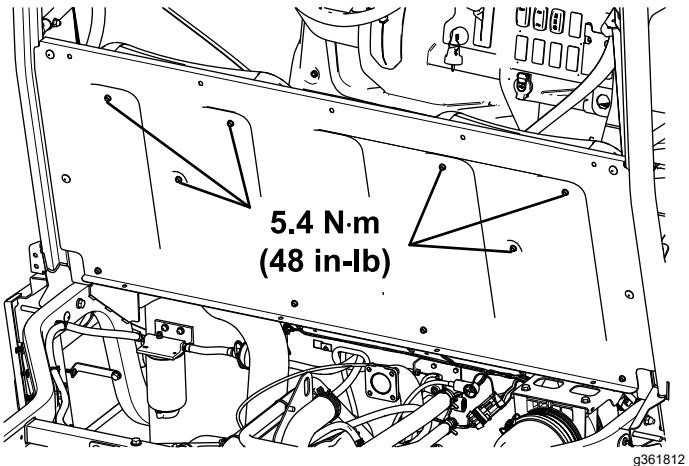

図 24
19. **図24**のように、六角ワッシャーヘッドボルト $1/4 \times 3/4" 6$ 本を $5.4 \text{ N}\cdot\text{m} 0.55 \text{ kg}\cdot\text{m} = 48 \text{ in-lb}$ にトルク締めする。